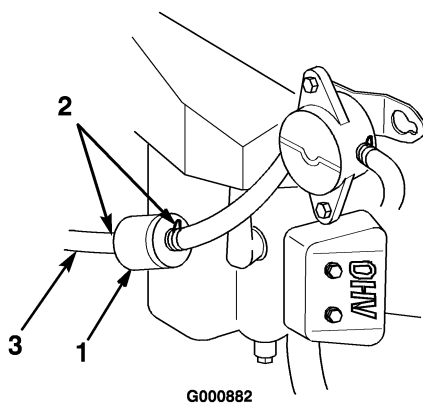

Figura 29
4. Apriete los extremos de las abrazaderas y deslícelas por el tubo alejándolas del filtro (Figura 29).
6. Instale un filtro nuevo y acerque las abrazaderas al filtro (Figura 29).
5. Afloje la abrazadera cerca del filtro de combustible y deslícela por el tubo, alejándola del filtro de combustible (Figura 29).
6. Retire el tubo de combustible del filtro (Figura 29).